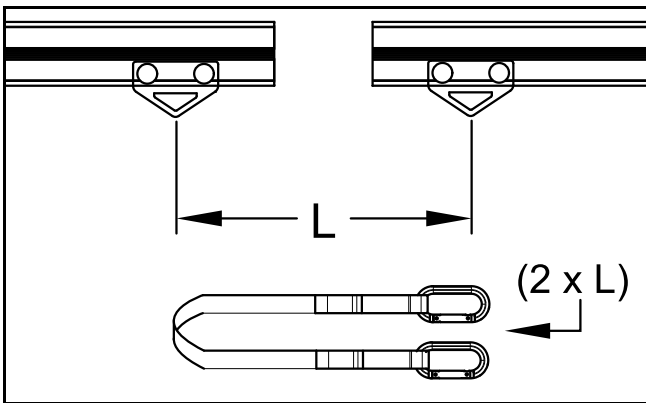

Fig. 15
Une sangle de prolongement est requise pour effectuer le transfert du lève-personne d'un rail à un autre. Cette sangle doit avoir une longueur (L) égale à deux fois la distance qui sépare les 2 chariots impliqués dans le transfert (voir Fig. 15).